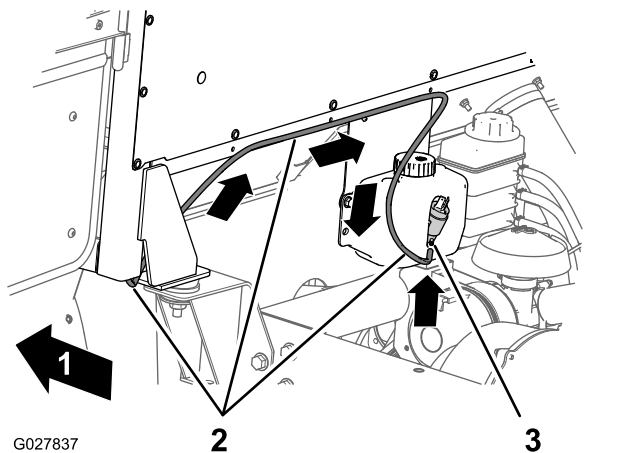

Figura 23
4. Enrute el extremo libre de la manguera por la parte trasera de la cabina, y alinee la manguera con el acoplamiento dentado de la bomba del lavaparabrisas (Figura 23).